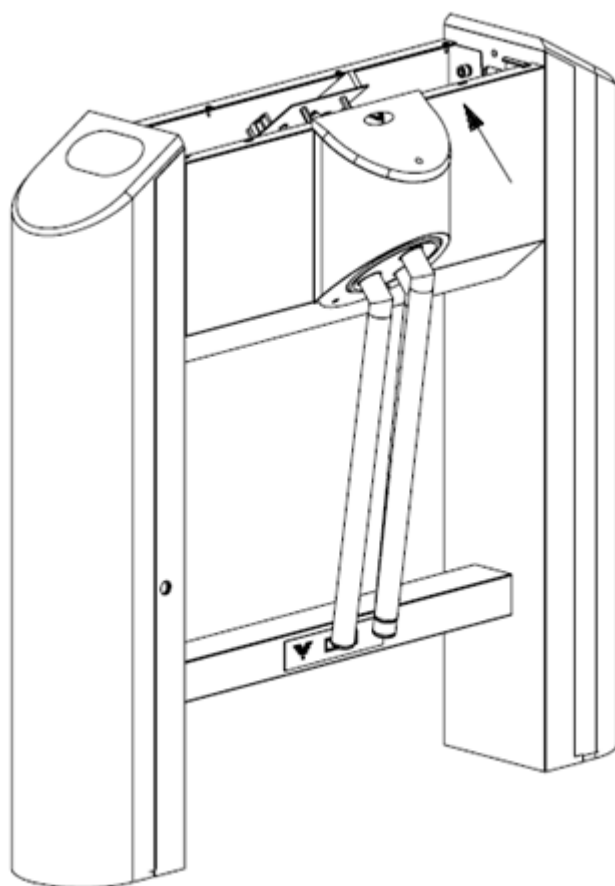

Рис. 5
- сдвиньте крышку турникета в направлении, указанном на (рис. 5), и поднимите ее вверх;